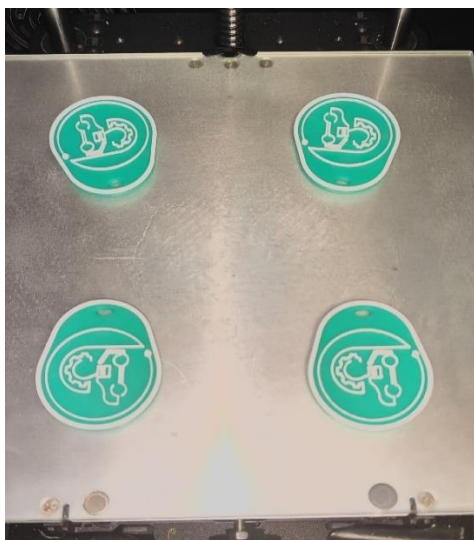

Рисунок 2.11 – Тестовая модель
11. Распечатать тестовую модель (рисунок 2.11).